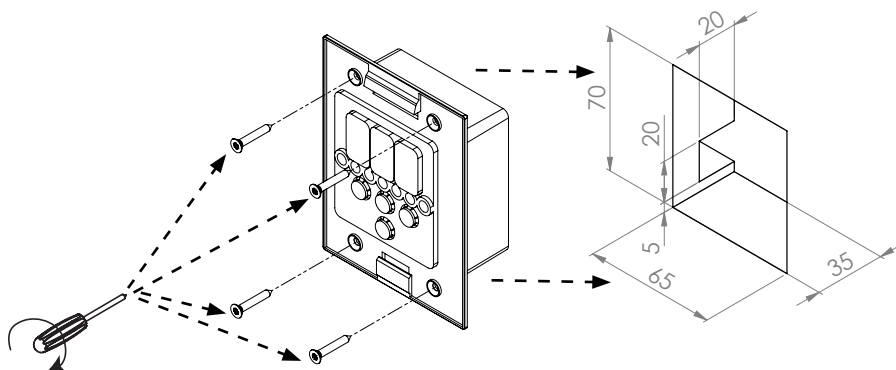

Fig. 4 : Montage du panneau de commande
2. Vous pouvez fixer le bloc de puissance au niveau du socle, aux 4 coins du châssis (voir flèches **Fig. 4 à la page 15**)
1. Découpez l'évidement de 70 x 65 mm en avec, par exemple, une scie sauteuse (voir **Fig. 4**).